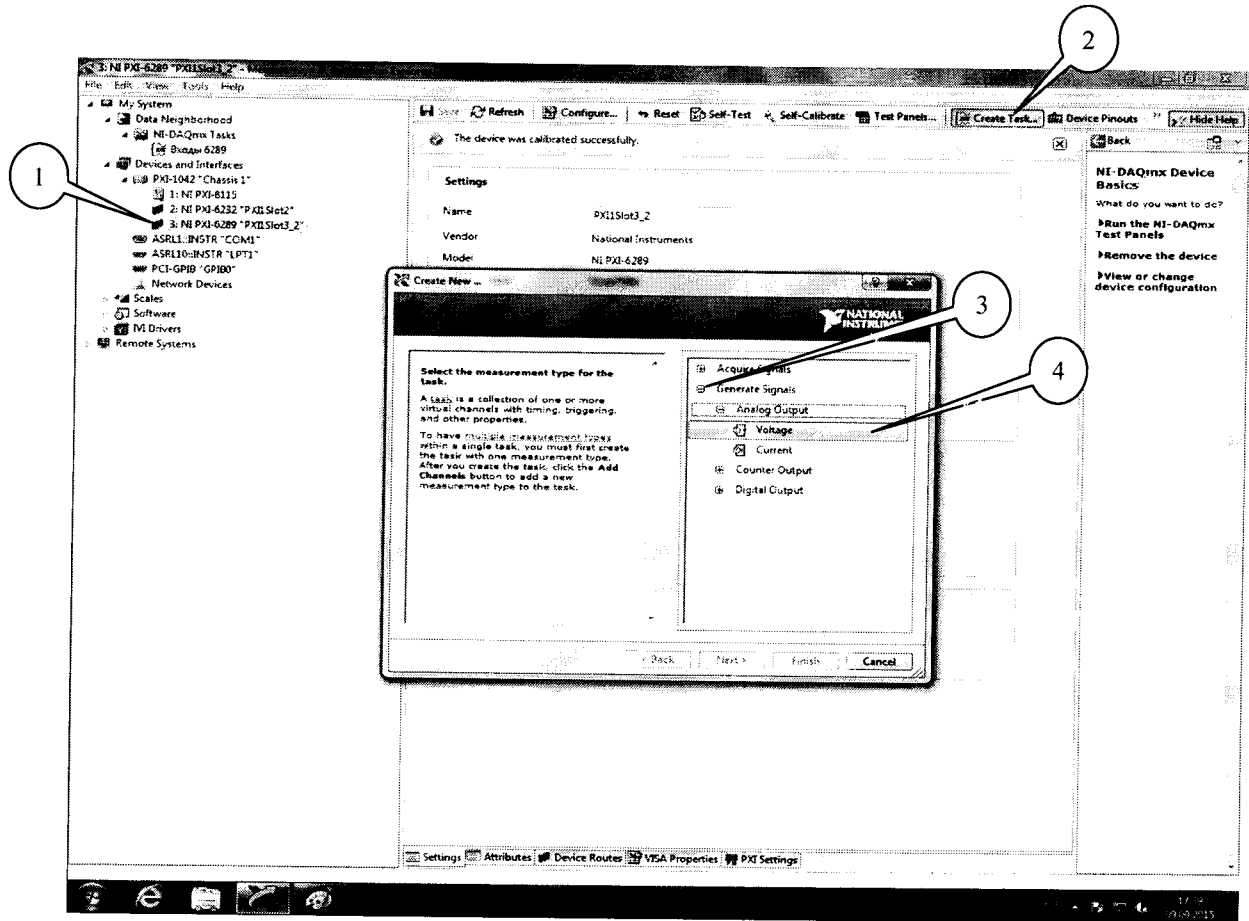

Рисунок 10.
7.4.1 В диалоговом окне программы «Measurement & Automation Explorer» (рисунок 10) выбрать поверяемый модуль (1), нажать кнопку «Create Task» (2). В появившемся окне раскрыть меню «Generate Signals» (3), далее раскрыть меню «Analog Output» и в нем выбрать измеряемую величину «Voltage» (4).